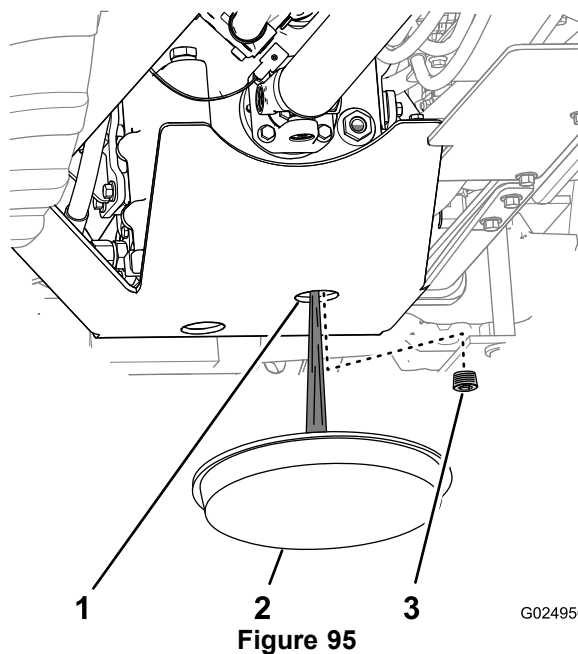

Figure 95
2. Placez un bac de vidange sous l'orifice avant du blindage de la transmission (Figure 95).
3. En passant par le blindage, nettoyez la surface autour du bouchon de vidange de la transmission (Figure 95).